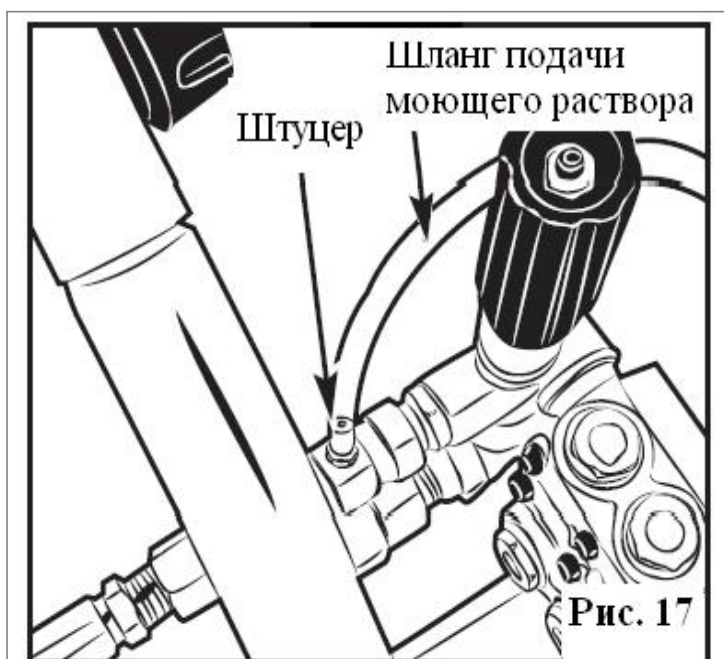

Рис. 17
1. **Оденьте шланг для подачи моющего раствора** на штуцер (Рис. 17), расположенный рядом с подсоединением шланга высокого давления насоса, как показано на рисунке.